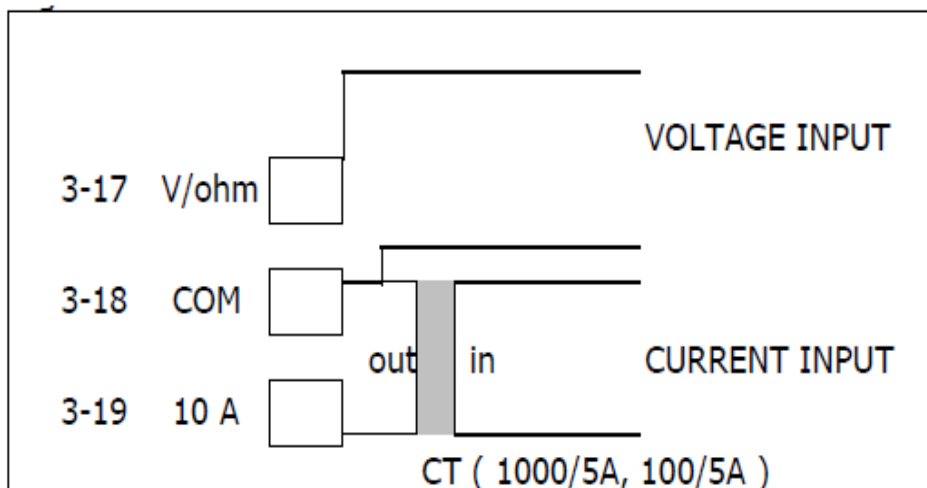

Fig. 3
1. Conecte los cables de la manera siguiente (consulte fig. 3):
"Terminal V" (3-17, Fig. 3) y "Terminal COM" (3-18, Fig. 3)
Conexión de salida del transformador de corriente al "Terminal 10 A" (3-19, Fig. 3) y "COM terminal" (3-18, Fig. 3)